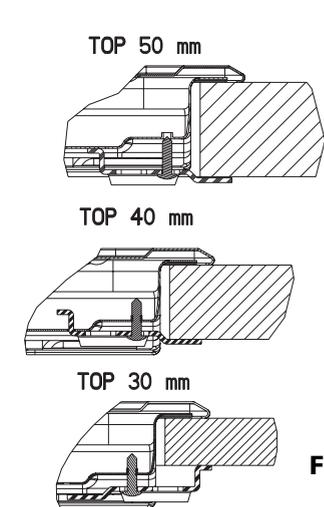

Fig. 1
2. Para fijar la placa, utilice las abrazaderas (A) suministradas.
3. Coloque las abrazaderas en las ranuras correspondientes indicadas por las flechas y fíjelas con tornillos apropiados al grosor de la encimera (consulte la Fig. 1).